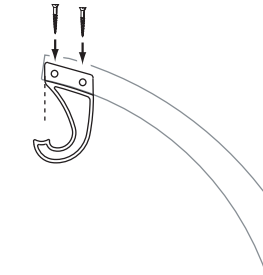

FIG. 5.1
2. Fixer les crochets en J avec les vis n° 8 SS de 1 pouce (Fig. 5.1)